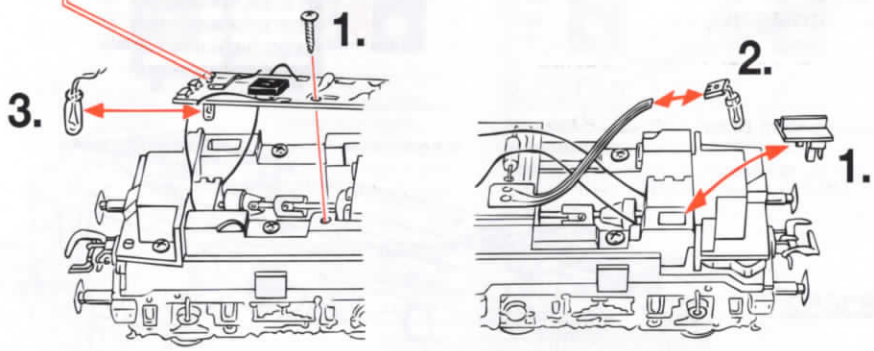

Fig. 10
4. Change of traction tyre: Remove **gear cover** (fig. 8) Take out **wheel set** and remove **traction tyre** using a pin or a fine screwdriver (fig. 10). When pressing on the new traction tyre please **avoid twisting** it.
4. Échange des bandages d'adhérence: Démontez d'abord le **couvercle du carter** des engrenages (fig. 8). Délogez ensuite les essieux bandagés et enlevez, à l'aide d'une aiguille ou d'un tourne-vis fin les bandages d'adhérence (fig. 10). Lors du montage des nouveaux bandages veuillez veiller à ce que les bandages **ne soient pas tordues**.